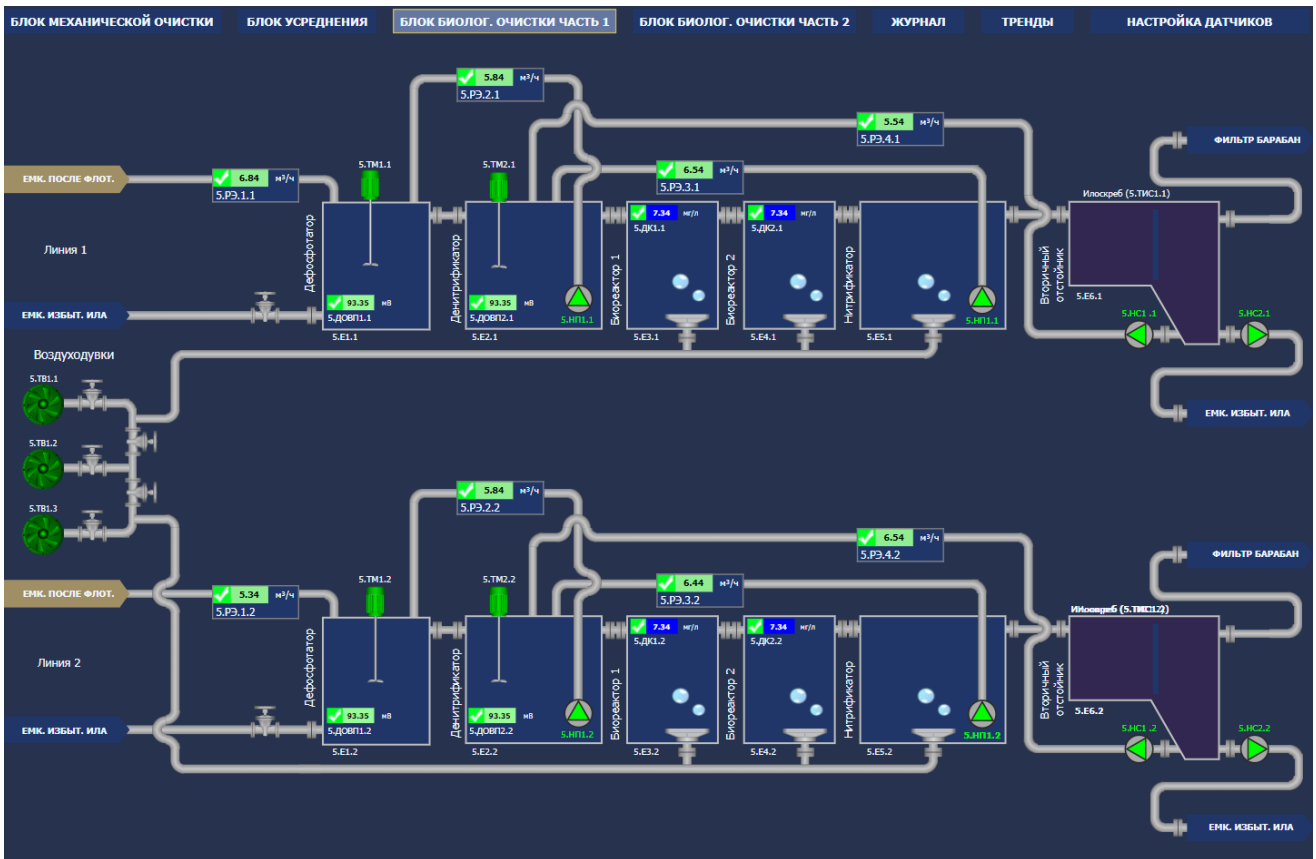

Рисунок 7 – БЛОК БИОЛОГИЧЕСКОЙ ОЧИСТКИ ЧАСТЬ 1
- БЛОК БИОЛОГИЧЕСКОЙ ОЧИСТКИ ЧАСТЬ 1 (см. рисунок 7);